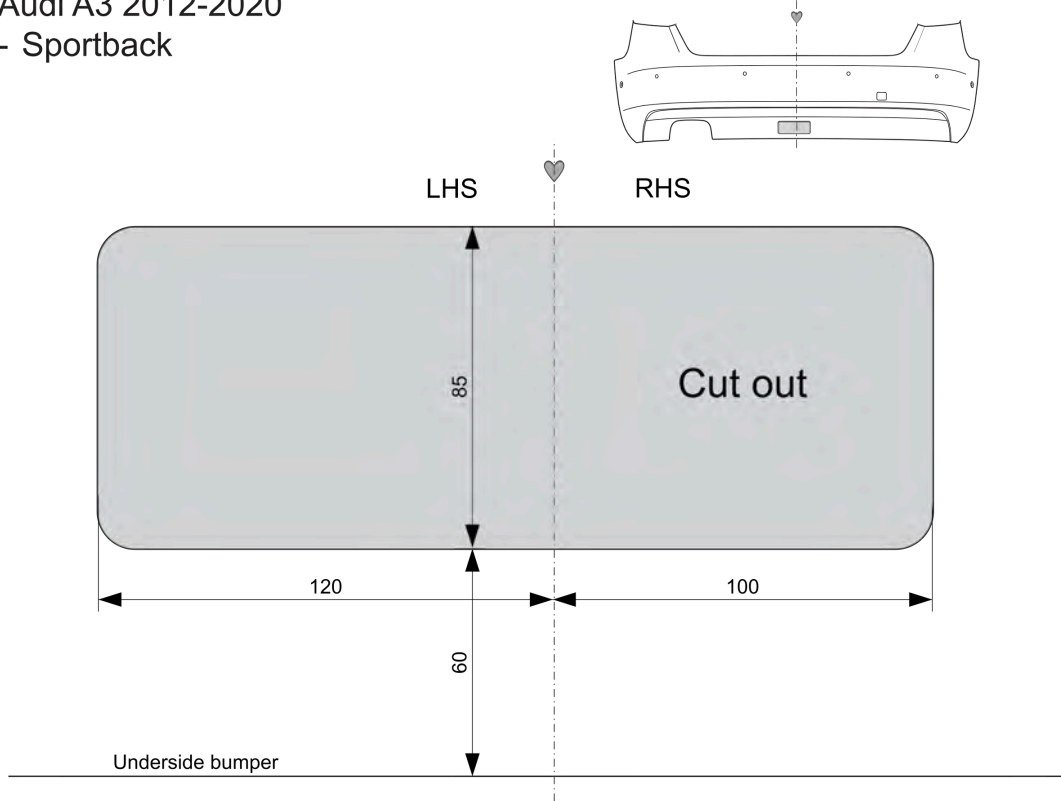

Fig. 9
13. Выпилить обозначенные части, как указано на рис. 9,10,11,12,13,14,15,16,17,18,19,20.